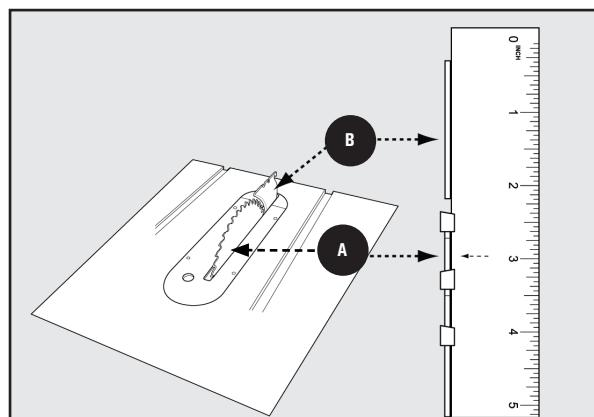

Figura 39
- Alineación horizontal:** Coloque una regla en la mesa contra la parte frontal de la hoja **A** y asegúrese de que se extienda a lo largo del separador **B** como se muestra en la Figura 39. El separador **DEBE** tocar ligeramente la regla. Asegúrese de que la regla se acomode entre los dientes y descansen sobre la parte frontal de la hoja y el separador.